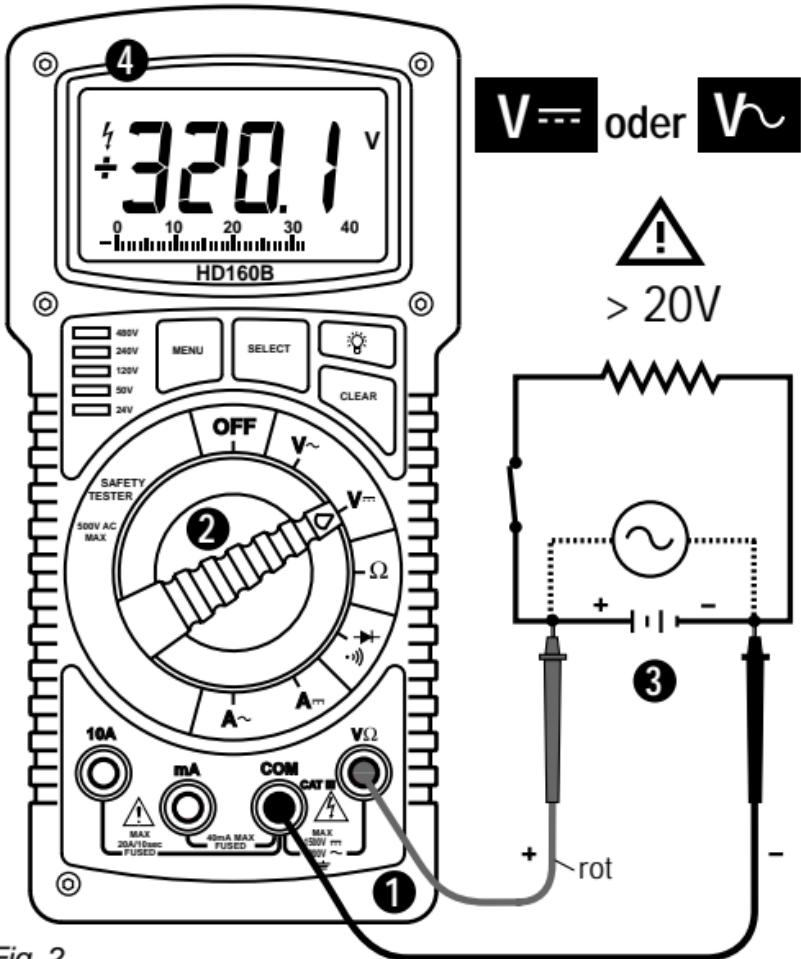

Fig. 2
GLEICH- UND WECHSELSPANNUNGSMESSUNG (SIEHE FIG. 2)
① Meßkabel gemäß Fig.2 verbinden. ② Funktionsschalter auf $V\sim$ or $V=$ stellen. ③ Meßspitzen mit Meßkreis verbinden – parallel zur Spannungsquelle. ④ Meßwert ablesen (automatische Polaritätsanzeige bei DC Messungen).